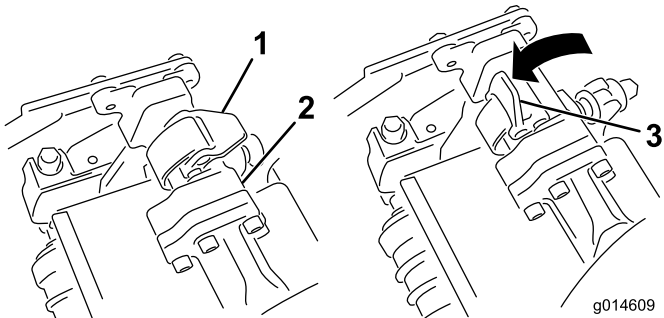
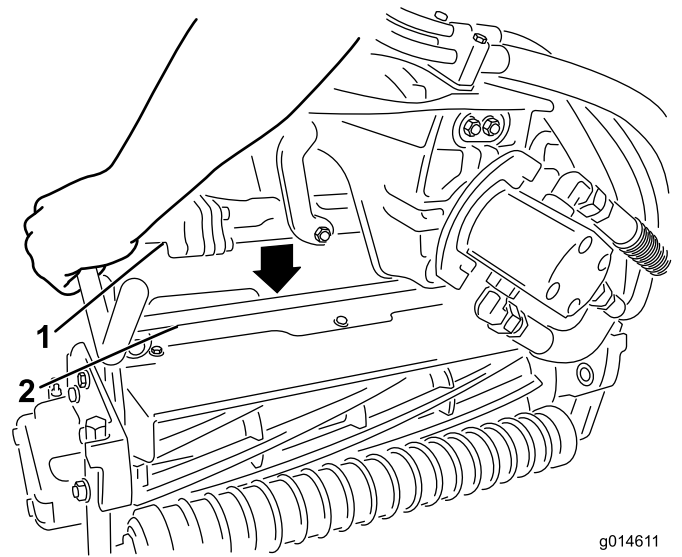

Figura 33
Figura 34
4. Con los enganches del brazo de suspensión orientados hacia arriba (es decir, abiertos (Figura 33), empuje hacia abajo el brazo de suspensión de modo que la barra encaje en la barra situada en la parte superior de la unidad de corte (Figura 34).
5. Presione los enganches hacia abajo alrededor de la barra de la unidad de corte y bloquéelas (Figura 33).
5. Abra los enganches de la barra del brazo de suspensión de la unidad de corte que está retirando (Figura 33).